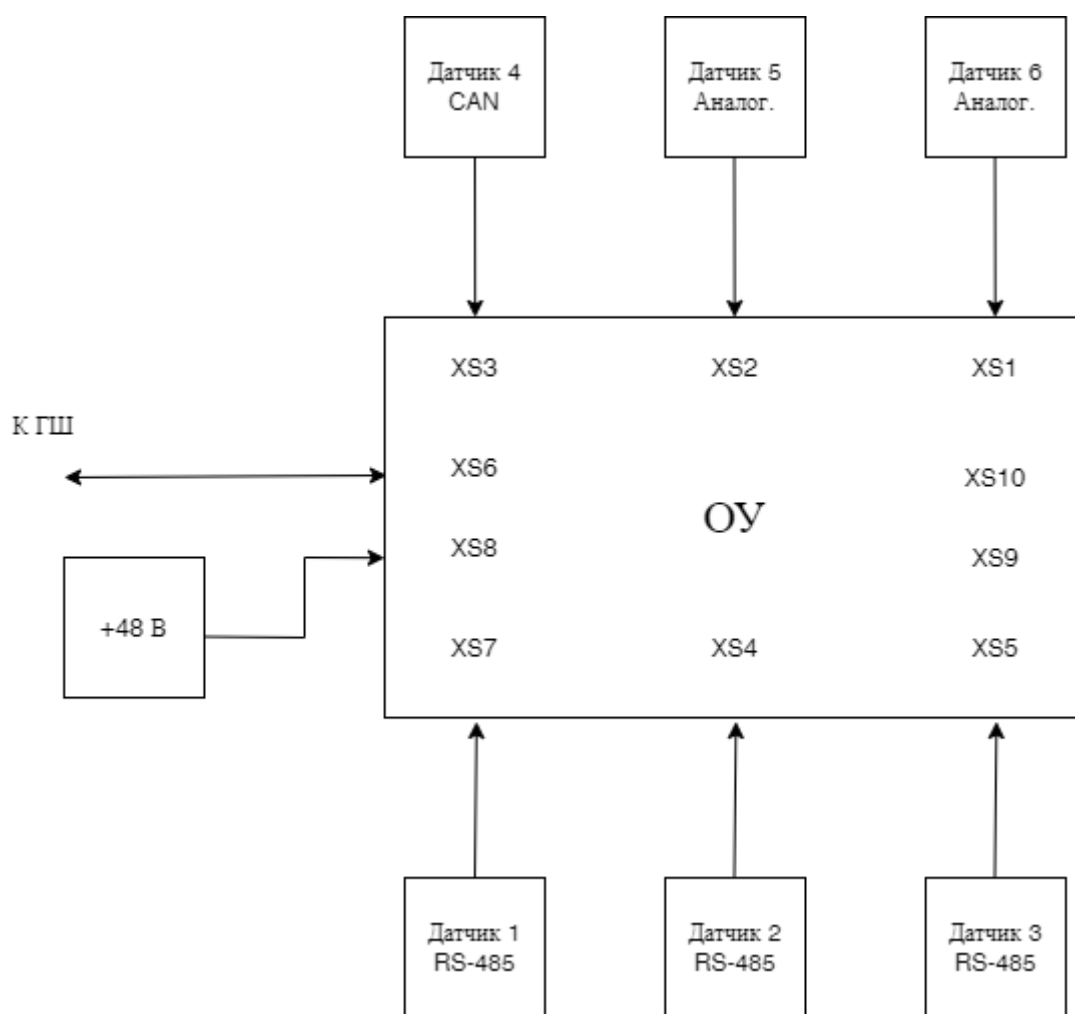

Рисунок 1.1 – Схема подключения ОУ
- около разъемов изделия должно быть указано их схемное обозначение: XS1 – XS10 (рисунок 1.1).
- установить в соответствии со схемой подключения (см. рисунок 1.1) и сборочным чертежом ОУ.